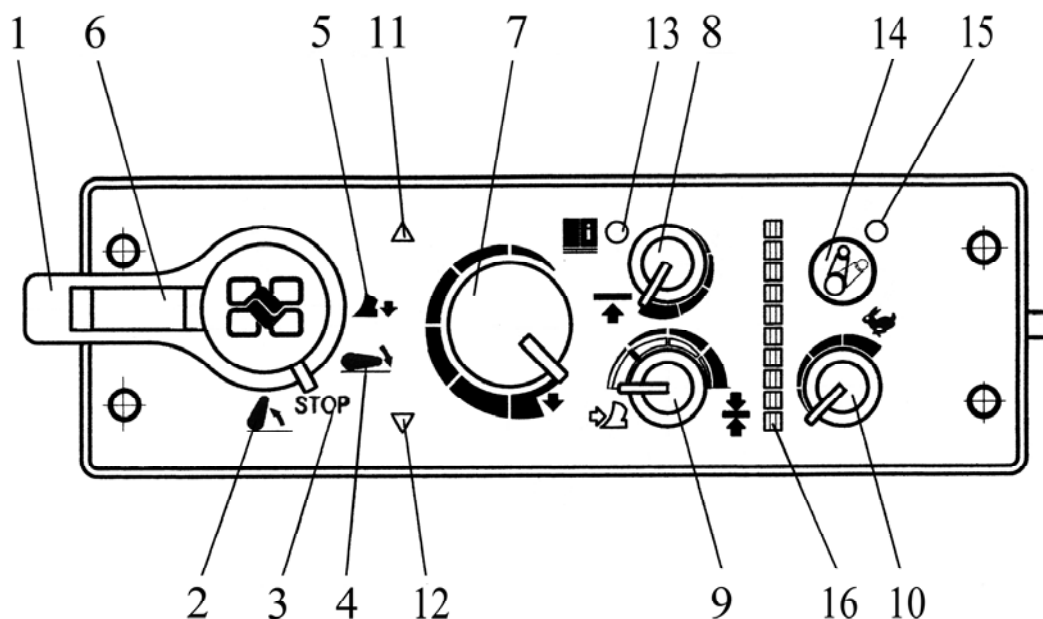

Рисунок 2.38 – Пульт управления задним навесным устройством ПУ-03
**Примечание** – Индикатор положения ЗНУ 16 (рисунок 2.38) на тракторах «БЕЛАРУС-2022.4/2022В.4» не задействован.